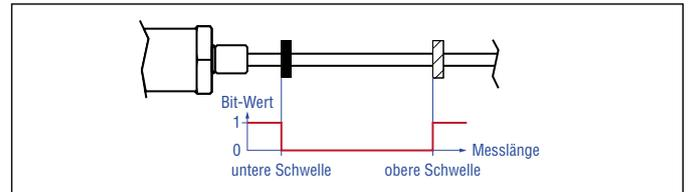

Abb. 86: Schaltpunkte bei der R-Serie V PROFINET mit Linear-Profil
- **Sensor status 2:** Dieses Modul zeigt das Überschreiten und das Unterschreiten einer oberen bzw. einer unteren Schwelle an. Die Schaltpunkte markieren den Beginn bzw. das Ende eines Arbeitsbereichs (work area) (Abb. 86). Entsprechend Abb. 87 wird der Status der Schaltpunkte über die Bits 0 und 1 dieses Moduls angezeigt. Das Auslesen dieser Statuswerte ist auf Seite 61 beschrieben.